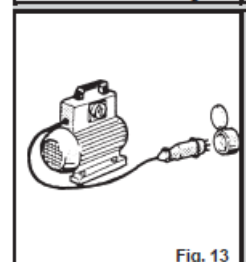

Fig. 13
2. Conectați convertorul la rețeaua electrică a șantierului cu ajutorul ștecherului (Fig. 13).